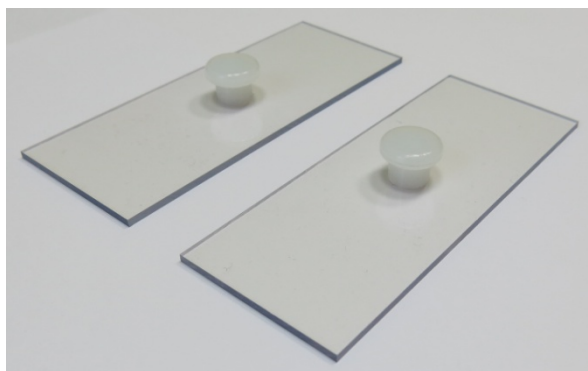

Рис.3 Заглушки на гнезда охладителя
3. В случае охлаждения одной или двух сетчатых бюкс, свободные гнезда необходимо закрыть специальными заглушками (рис.3).